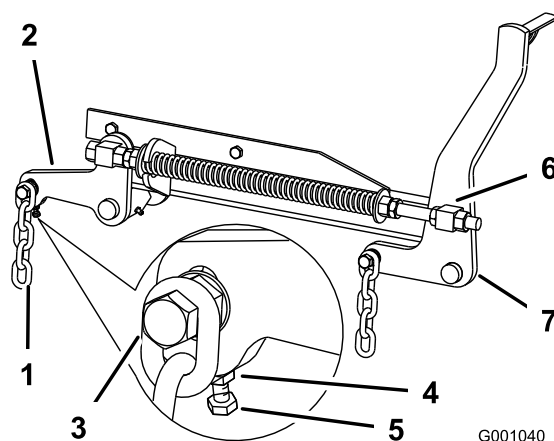

Figura 72
7. Si las medidas realizadas en las posiciones **B** o **C** no son correctas, afloje el perno que fija la cadena trasera al brazo de soporte trasero (Figura 72).
8. Afloje la contratuerca situada debajo del brazo de soporte trasero y ajuste el perno de ajuste hasta obtener una medida de 79 a 83 mm (Figura 72).
7. Afloje las contratuercas de pivote delantero, en la parte delantera de los pivotes derecho e izquierdo, aproximadamente 13 mm (Figura 72).
8. Ajuste las tuercas de elevación en el lado izquierdo y derecho de la máquina hasta obtener 6 a 10 mm menos en la parte delantera en **A** que en la parte trasera, en **B** (Figura 72).